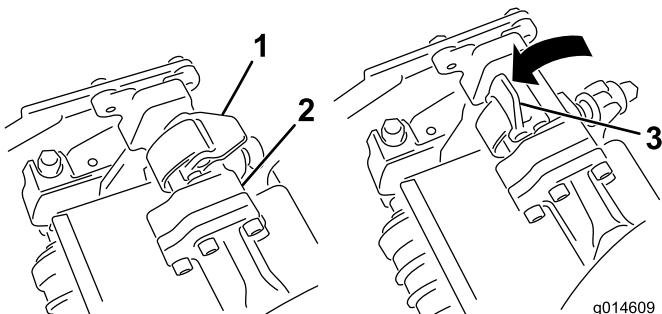
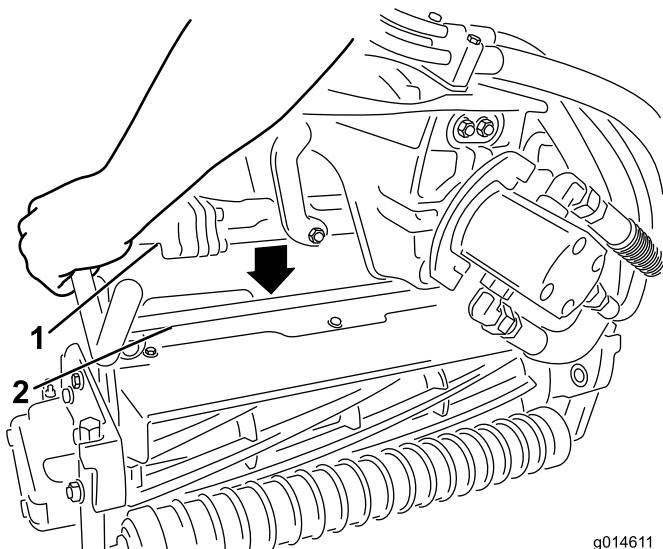

Figure 13
Figure 14
- Les verrous de la barre de bras de suspension étant orientés en haut (c.-à-d. ouverts) (Figure 13), poussez le bras de suspension vers le bas pour que la barre s'engage sur la barre transversale en haut du plateau de coupe (Figure 14).
- Fermez les verrous autour de la barre du plateau de coupe et bloquez-les en place (Figure 13).